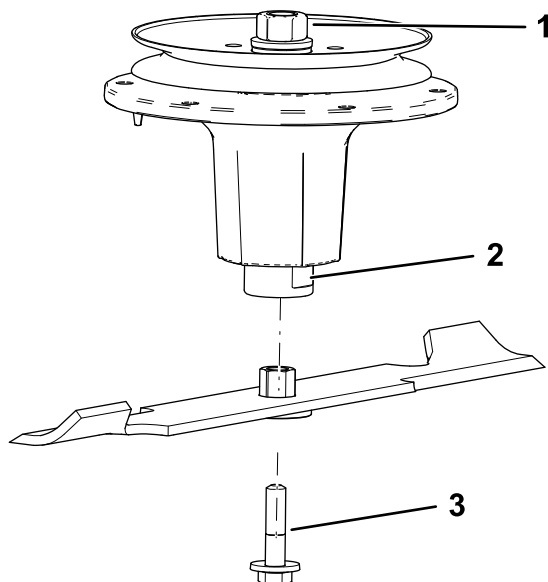

Figura 79
2. Montate il gruppo boccola/lama nell'albero del mandrino (Figura 79).